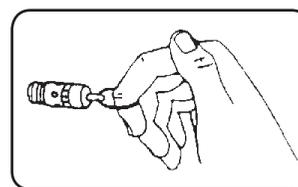

FIGURA 20
**B.** Verifique o funcionamento da válvula de segurança **6** (Figura 20).
7. Verifique o funcionamento da válvula de segurança **6** puxando a argola (Figura 20).